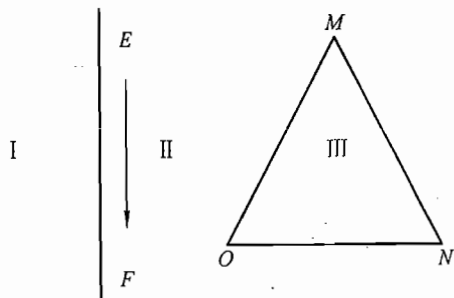

图 4-2 第六题图
六、(10分) 在 FCC 晶体的 (111) 面上有一自左向右扫过的 Shockley 分位错 EF 和一正三角形空位片 MNO , 如图 4-2 所示, 已知 \overline{NO} 为 $[\bar{1}10]$ 。